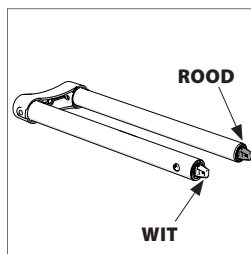

Fig. 1b
- De trekgeleider (**Fig. 1b**)